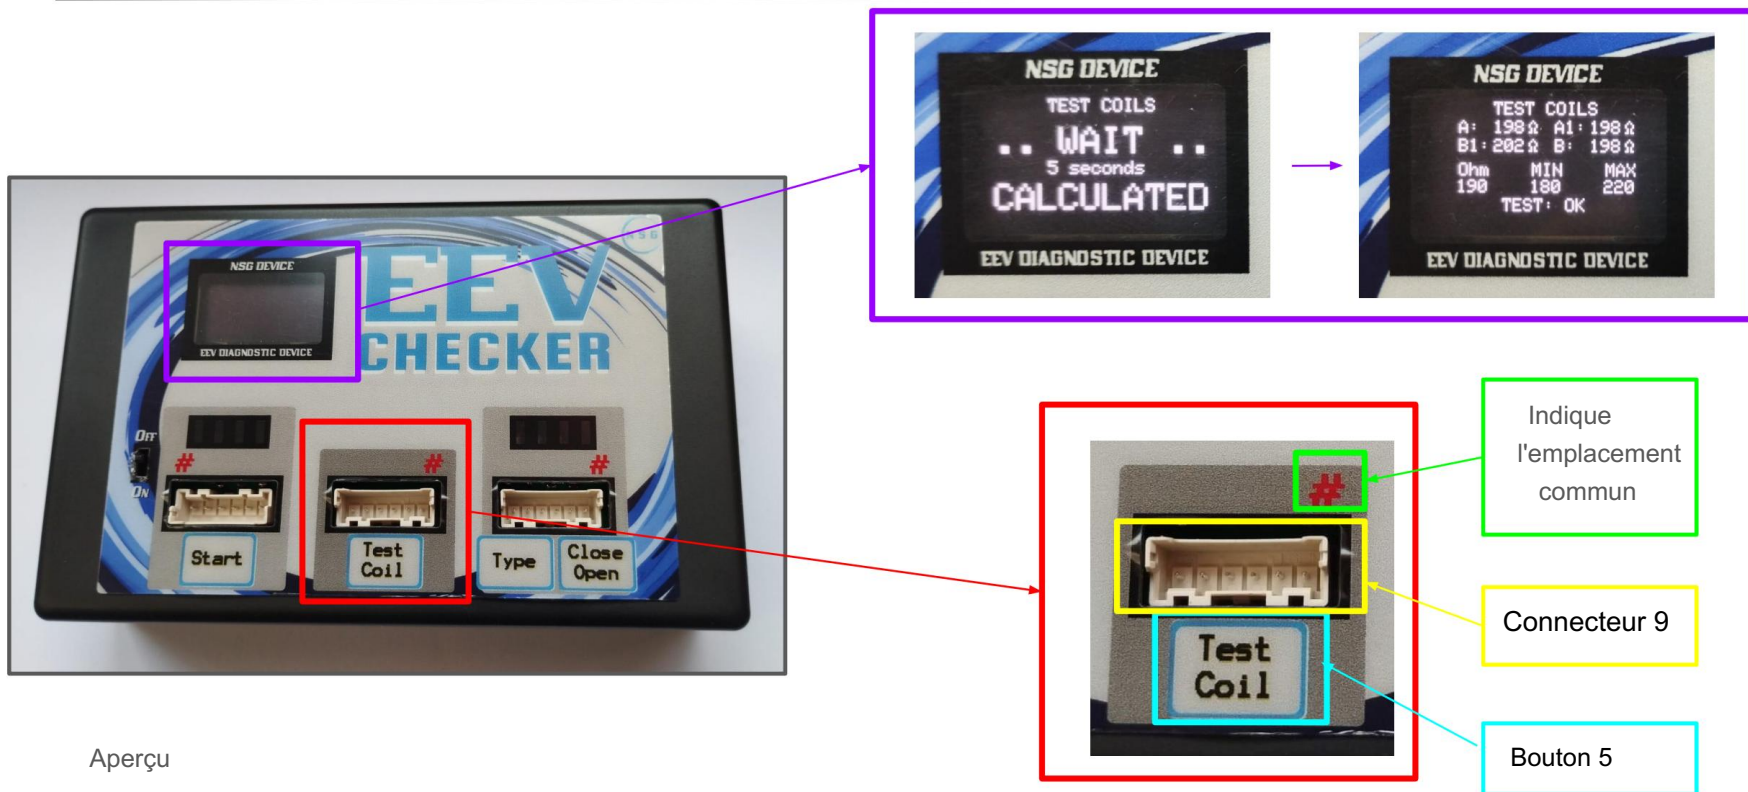

Figure 4
- Pour mesurer la résistance des bobines EEV avec l'appareil, le connecteur EEV doit être inséré dans le connecteur 9 (figure 4), si nécessaire ajouter l' adaptateur Aux_1.2 ou Aux_2.2.
- Appuyez sur le bouton 5 (TEST COIL), attendez 5 secondes et le message sur l'écran changera indiquant la valeur résistive de chacune des bobines, la valeur nominale de la résistance mesurée et les valeurs minimales et maximales, en plus du résultat du test (figure 4).